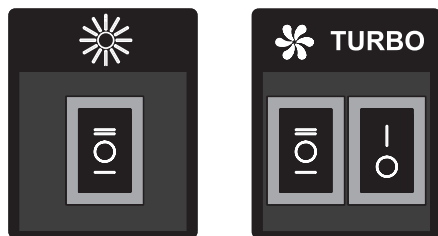

Рис. 5
7.3 На боковинах корпуса размещен клавишный переключатель режимов работы и включения ламп освещения (рис. 5):